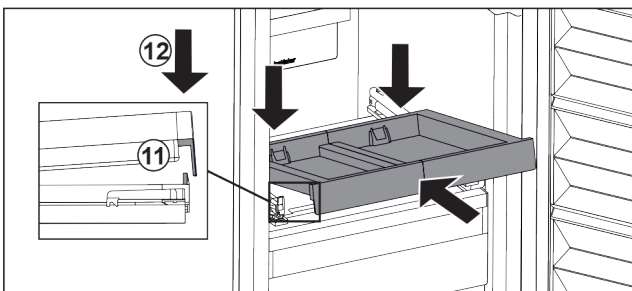

Fig. 104
- ▶ Inserire in modo inclinato. Assicuratevi che l'arresto sia dietro la linguetta su entrambi i lati. Fig. 104 (11)
- ▶ Abbassare il ripiano estraibile nella parte anteriore. Fig. 104 (12)